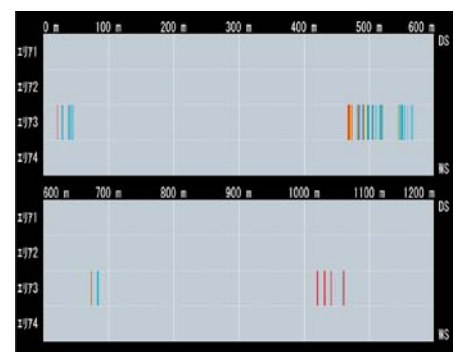

図3 探傷結果集約画面
- 板幅を4つに分割して材料搬送方向に10mmピッチできずイベントを集約して表示することにより、材料全長全幅のきず分布状況を容易に把握できます。また探傷記録としてパソコン内に保存することができます(図3)。